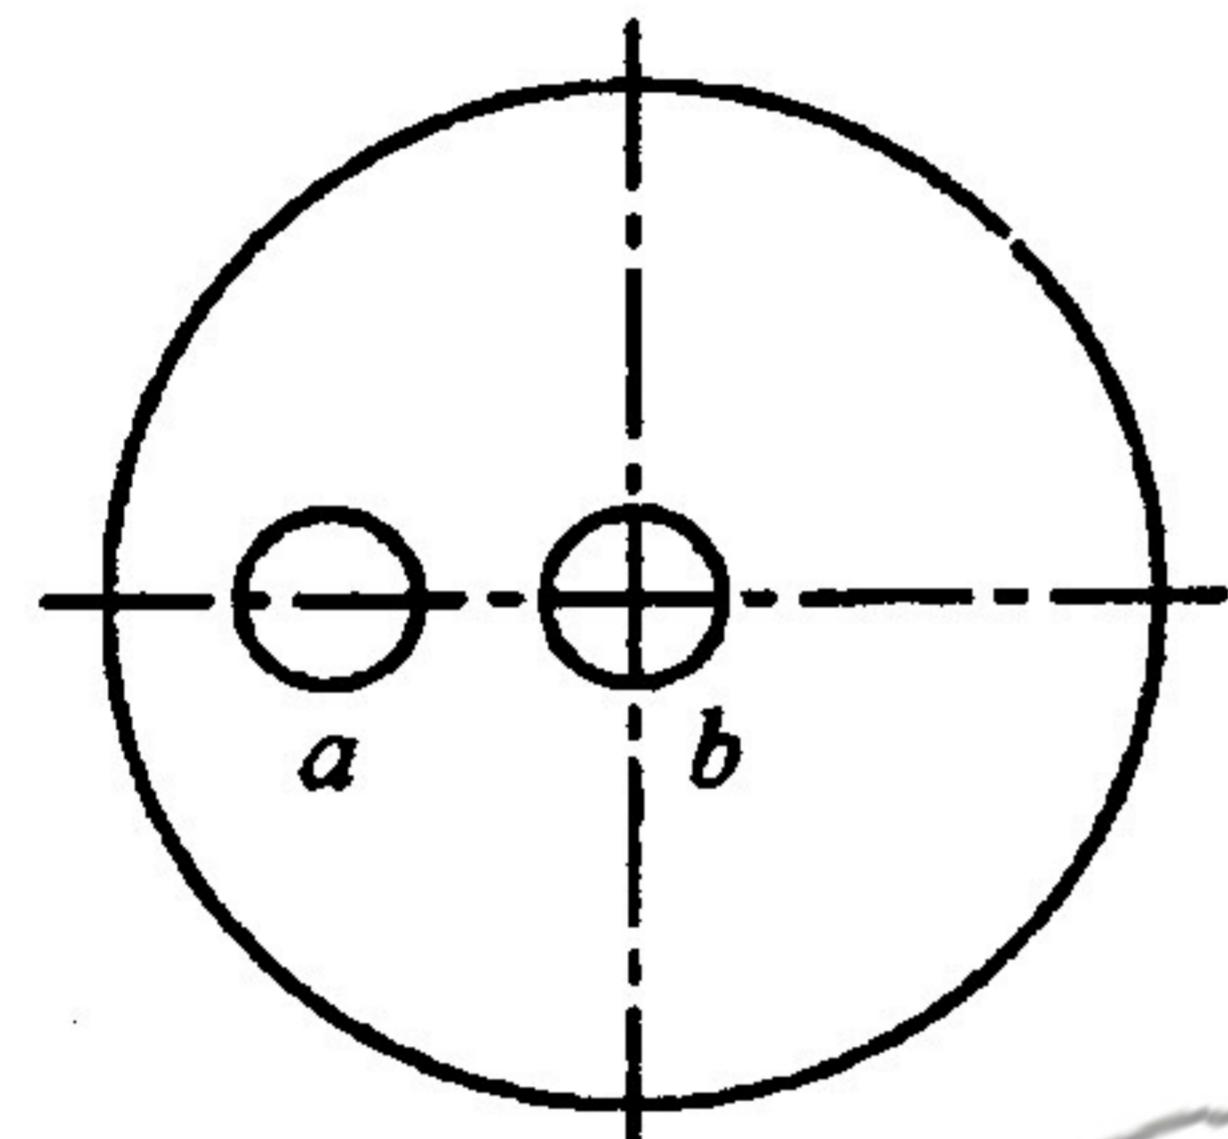

图 7.1
2. 如图 7.1 所示,一等直圆截面杆,若变形前在横截面上画出两个圆 a 和 b ,则在轴向拉伸变形后,圆 a 、 b 分别为()